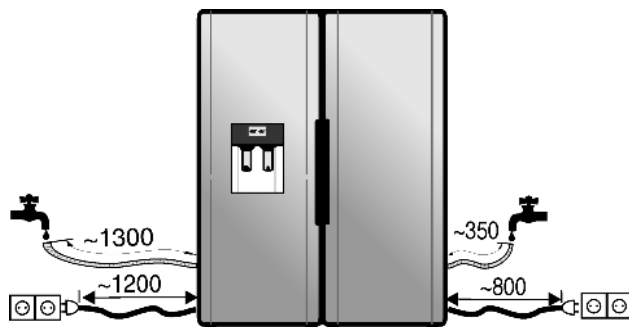

Fig. 17
- De afsluitkraan mag zich niet achter het apparaat bevinden en moet makkelijk toegankelijk zijn, zodat het apparaat zo diep mogelijk kan worden ingeschoven en de kraan indien vereist snel kan worden dichtgedraaid. De afstandmaten *Fig. 17* dienen te worden aangehouden.